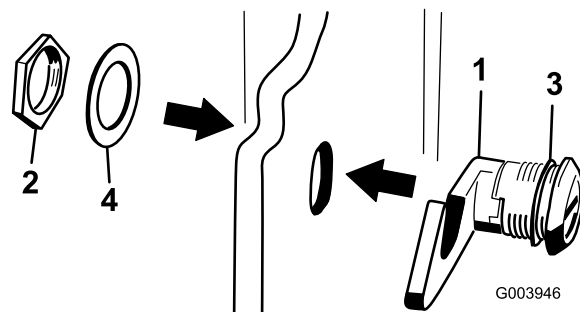

図 6
3. フードラッチアセンブリからナットを取り外す 図 6。
4. フードの外側から、ラッチのフック側をフードの穴に通す。ゴム製のシーリングワッシャはフードの外側に残しておくこと 図 6。